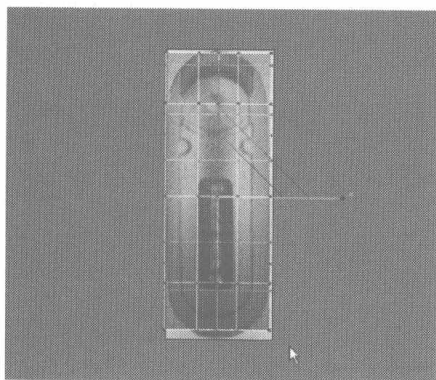

图 3.16
- 12** 切换为节点编辑，在 Front 视图中框选如图 3.16 所示的节点，在工具栏中单击  按钮，在 Left 视图中